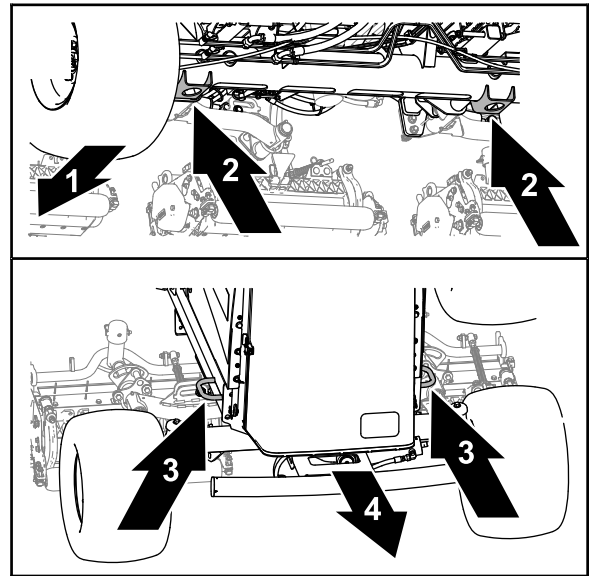

Bild 94
- Front: Das Loch in den Wagenheberaufnahmen des Vorderachsrohrs (Bild 94).